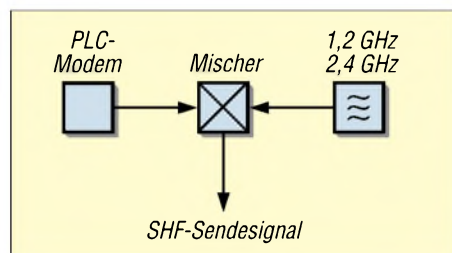

Bild 1: Blockschaltbild der Ein- und Auskopplung der modulierten HF (ZF) am Ringkern
Im Blockschaltbild (Bild 1) kann man die Ein- und Auskopplung der modulierten HF (ZF) am Ringkern leicht erkennen. So kann ein getrennter RX- und TX-Zweig aufgebaut und Vollduplexverkehr erreicht werden. Zur Verstärkung sollten jedoch lineare Baugruppen zum Einsatz kommen, da sonst Intermodulationen zwischen den vielen einzelnen OFDM-Trägern auftreten könnten. Mit derartigen Systemen wäre eine schnelle Datenverlinkung von Amateurfunkstationen möglich, aber natürlich auch die Übertragung von ATV oder Sprache.